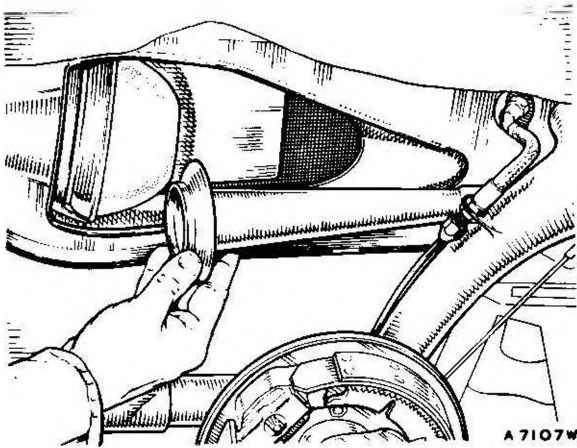

Fig. H.2
- (1) Scollegare gli ammortizzatori posteriori procedendo secondo le modalità date nella Sezione L.1
- (2) Sollevare la vettura e poggiarla su cavalletti disposti sotto il telaio.
- (3) Togliere la ruota.
- (4) Scollegare il tubo flessibile d'arrivo del liquido frenante dal supporto situato sul braccio oscillante.
- (5) Estrarre il puntone (Fig. H.2). Se lo scodellino di nailon rimane incastrato nel braccio, a meno che non sia danneggiato, può essere rimosso con le dita.
- (6) Scollegare il cavo del freno a mano dal settore situato sul portaceppi; allontanare il tubo di guida dal braccio dopo averlo estratto dalla staffetta di supporto.